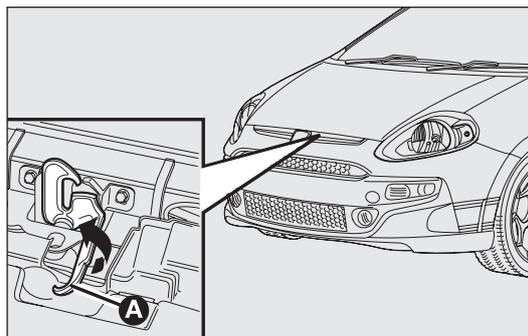

fig. 84
- tirare la levetta A-fig. 84 come indicato in figura;